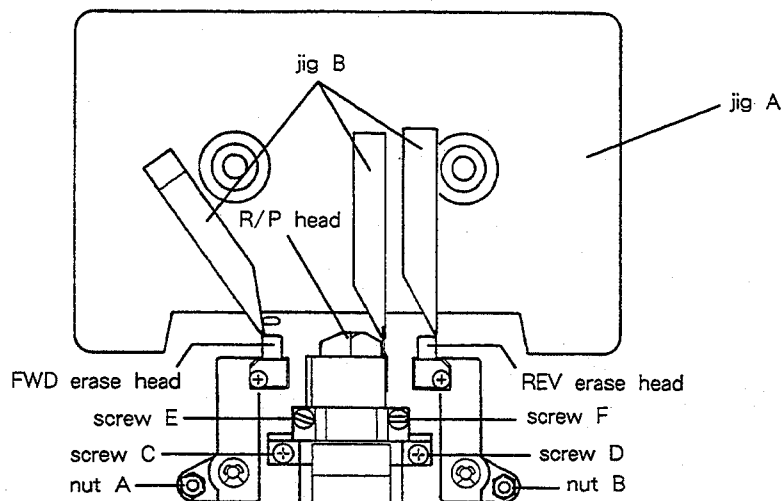

Fig. 2-6
- 1). Set jig A as shown in Fig. 2-6, then set the deck to FWD/PLAY mode.
If it doesn't, adjust Allen nut A shown in Fig. 2-6.
- If the head is both high (or low) in FWD and REV modes, replace the spacer under screws C and D (Fig. 2-6) with a thin (or thick) one. (Add or remove the same number of spacers with the same thickness for both screws C and D.)
- 1). 図2-6のように治具Aをセットし、FWD/PLAYモードにする。
そうでない場合は、図2-6の六角ナットAを調整する。
ネジC, D (図2-6) の下のスペーサーを板厚の薄い(厚い)ものに換える。(C, D共同厚さのスペーサーを同枚数増減すること)
- 7). Play back the 10 kHz signal on test tape MTT-256 in FWD/PLAY mode, then adjust FWD azimuth adjustment screw E (Fig. 2-6) so that the phase difference between the L and R channels is 0° .
- 7). FWD/PLAYモードでテスト・テープ MTT-256の 10kHz を再生して、LchとRchの位相差が 0° になるようにFWD用アジマス調整ネジE (図2-6) を調整する。